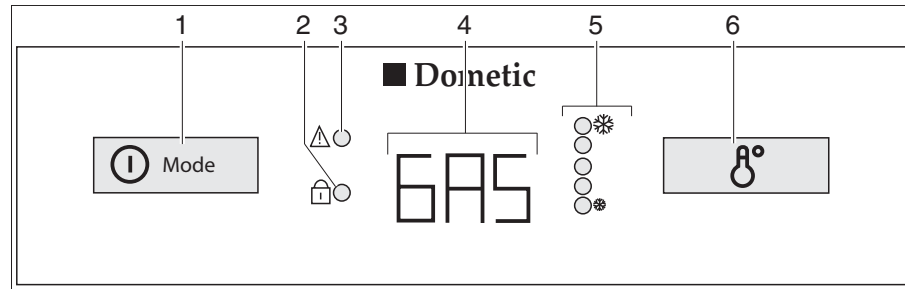

Fig. 270 Boutons de commande pour le réfrigérateur (Dometic Série 8 avec AES)
En cas de dysfonctionnement, l'indicateur DEL de dysfonctionnement "⚠" (Fig. 270,3) clignote.
Lorsque l'alimentation 230 V n'est **pas** branchée et le moteur du véhicule est à **l'arrêt**, le AES choisira automatiquement l'alimentation en gaz. Dès que le fonctionnement au gaz est activé, la veilleuse de sécurité s'ouvre automatiquement, de sorte que le gaz peut arriver au brûleur. En même temps, l'allumage électronique est connecté. Si la flamme s'éteint, p. ex. en raison d'un courant d'air, l'allumage s'active automatiquement et rallume le gaz. En cas de dysfonctionnement du régime au gaz, le texte "GAS" clignote dans le voyant de contrôle (Fig. 270,4).
Lorsque le réfrigérateur est mis en marche, il choisit automatiquement la température moyenne du thermostat. Ce réglage peut cependant être corrigé manuellement à l'aide d'interrupteur réglage de la température (Fig. 270,6). Les indicateurs DEL (Fig. 270,5) indiquent le réglage du thermostat sélectionné. La température de réfrigération de tous les trois types d'énergie est réglée par le même interrupteur. Il faudra attendre quelques heures jusqu'à ce que le réfrigérateur ait atteint sa température normale de réfrigération. Il garde toutefois son réglage de température lorsqu'on change d'un mode à un autre. La température de réfrigération est maintenue indépendamment du type d'énergie choisi.
- Appuyer sur le commutateur/sélecteur de source d'énergie (Fig. 270,1) pendant 2 secondes pour mettre l'appareil en marche. Le dernier mode de fonctionnement sélectionné est indiqué dans le voyant de contrôle (Fig. 270,4).
- Choisir le type d'énergie à l'aide du commutateur/sélecteur de source d'énergie (Fig. 270,1).
- Régler la température de refroidissement sur l'interrupteur de réglage de la température (Fig. 270,6). Les indicateurs DEL (Fig. 270,5) indiquent le réglage du thermostat sélectionné.
- Appuyer pendant 2 secondes sur le commutateur/sélecteur de source d'énergie (Fig. 270,1). Tous les indicateurs s'éteignent.